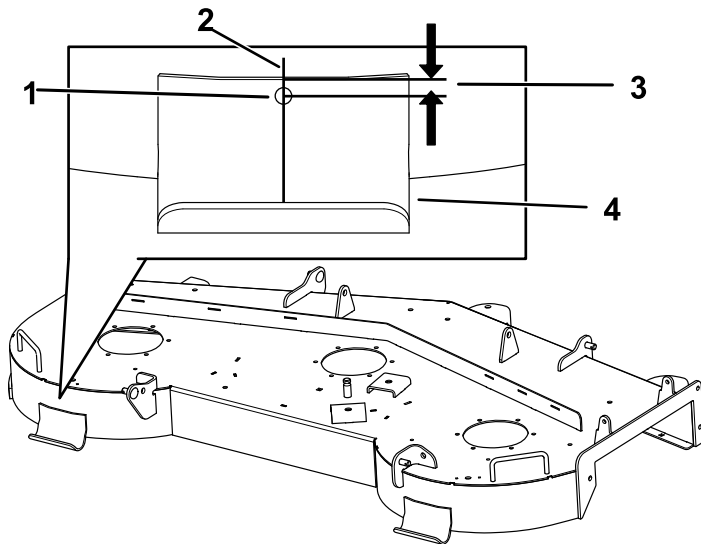

Figure 1
Mesurez et faites un repère à 9,5 mm (3/8 po) en partant du haut du patin gauche, dans l'axe (Figure 1).
- Percez un trou à l'emplacement du repère avec un foret de 9/32 po (Figure 1).